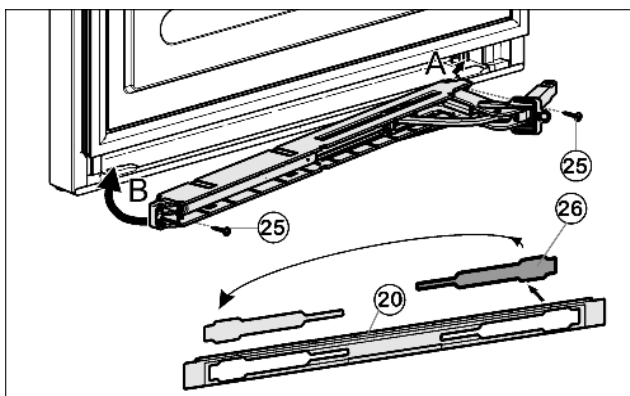

Fig. 15
- ▶ Kryt Fig. 15 (26) uvolněte z krytky Fig. 15 (20) a nasadte zase na druhé straně.
- ▶ Jednotku tlumiče zavírání dveří s kloubem zahákněte (A) tak, že ukazuje ke straně závěsu, a nasadte (B).
- ▶ Jednotku tlumiče zavírání pevně přišroubujte (2krát Torx® 15) Fig. 15 (25).